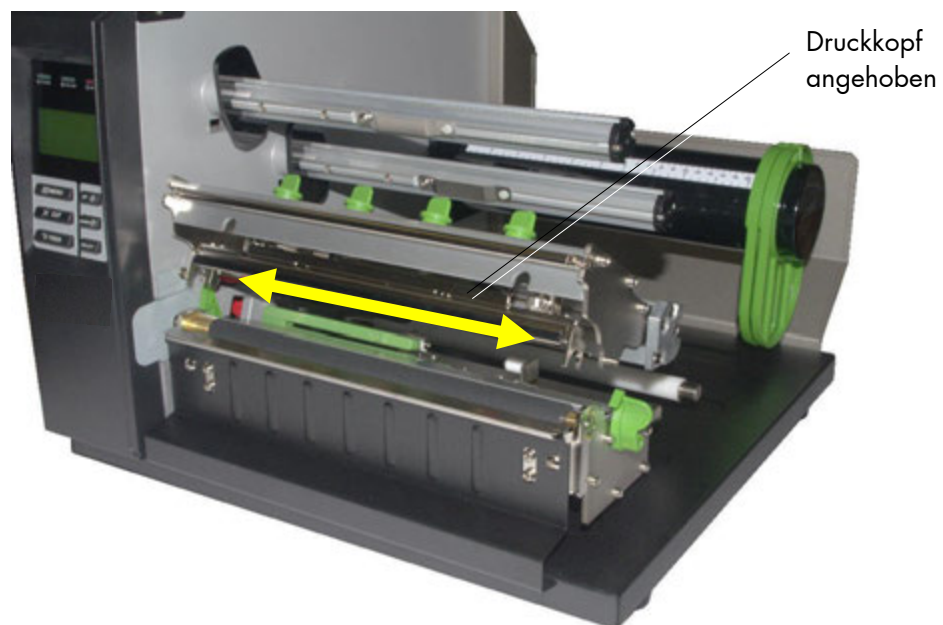

Abb. 7.1.2.a Druckkopf reinigen
- Fahren Sie unter leichtem Andruck mit dem Tuch oder Reinigungsstift einige Male über die Thermoleiste des Druckkopfes (Abb. 7.1.2.a).
- Befeuchten Sie ein fusselfreies Tuch mit Spiritus und wischen Sie dann mit dem Tuch einige Male über die Thermoleiste des Druckkopfes (vgl. Abb. 7.1.2.a).